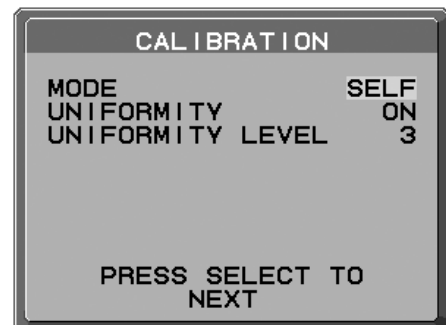

Abbildung 3
2. Wählen Sie SELBST in der Modusauswahl (**Abbildung 3**).